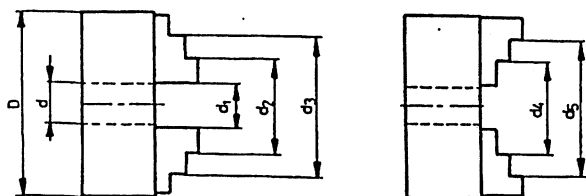

Рис. 11
4.3.1. Для самоцентрирующих 3 и 4-кулачковых патронов (таблица 4, рис. 11)